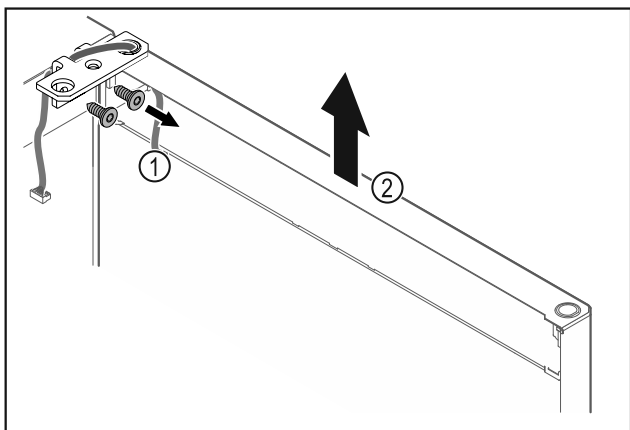

Fig. 27
- Odvrnite kutne šarke Fig. 27 (1).
- Dignite vrata s kutnim šarkama Fig. 27 (2) cca 200 mm ravno prema gore i skinite ih.